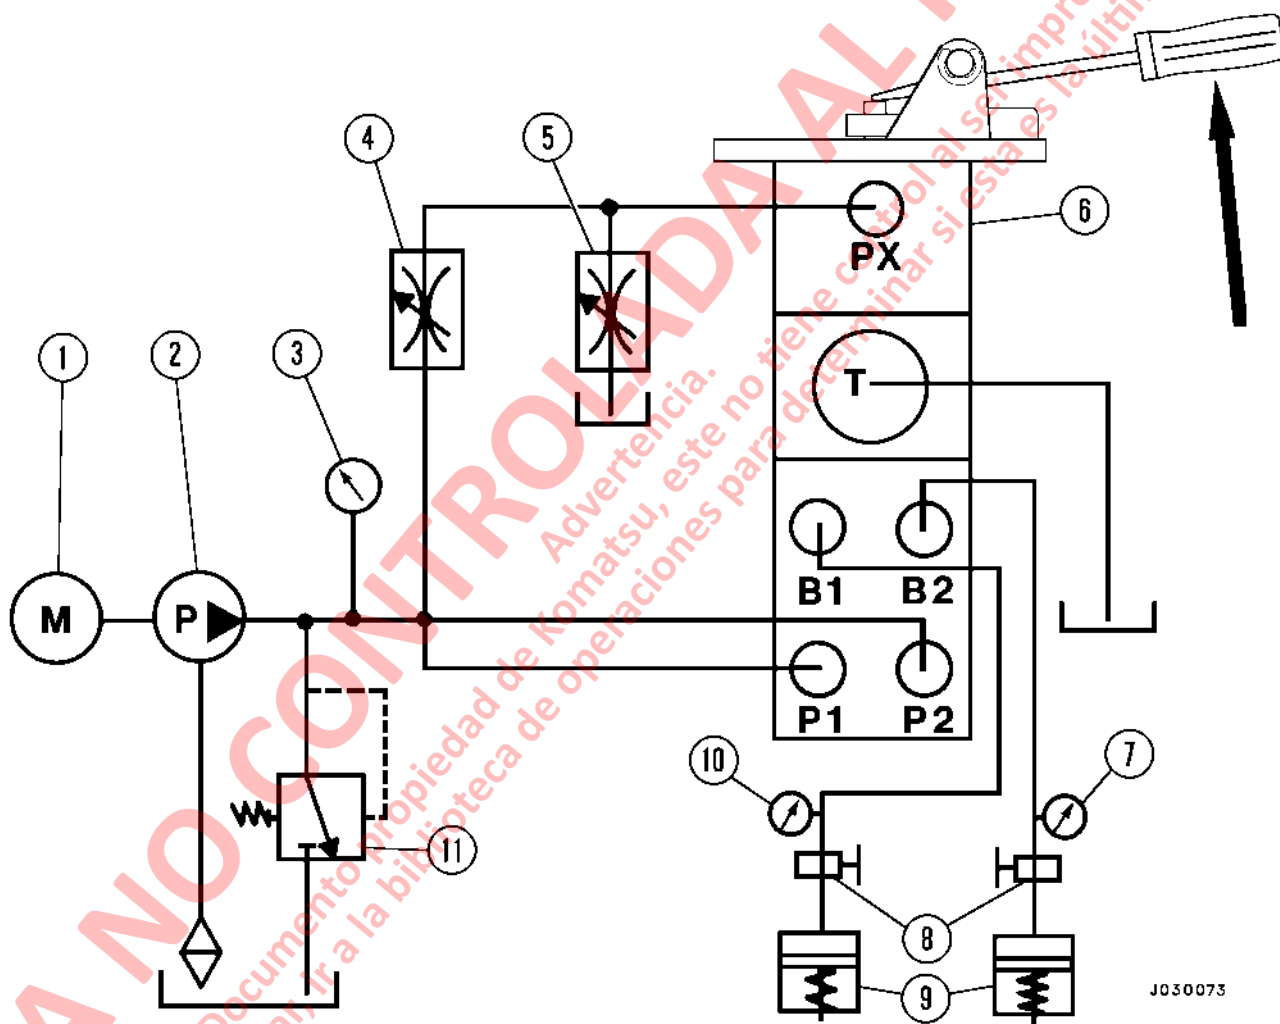

FIGURA 3-9. PREPARACION DEL BANCO DE PRUEBA
- Soporte de prueba hidráulica. (Consulte la Figura 3-9).)
1. Coloque la válvula en el aparato para permitir que los émbolos se activen con la mano usando una palanca. Consulte la Figura 3-9.
5. Conecte los puertos de salida regulada "B1" y "B2" a los ductos de prueba. Los dispositivos de monitoreo de presión en estas dos ductos deben tener una capacidad de 20.680 kPa (3000 psi). Conecte todas los puertos de acuerdo al diagrama que aparece en la Figura 3-9. Se deben usar y conectar todos los puertos.
2. Ubicando un destornillador o una barra de palanca debajo el pasador de pivote y en la parte superior del conjunto del émbolo roscado, cada circuito se puede accionar en forma individual. Consulte la Figura 3-9.
8. Complete el ciclo de cada circuito 50 veces utilizando la aplicación piloto. Esto se realiza cerrando la válvula de aguja (5, Figura 3-9) y abriendo la válvula de aguja (4). Lea la presión en los indicadores (7) y (10). Cierre la válvula (4) y abra la válvula (5). Los indicadores de presión deben marcar cero.